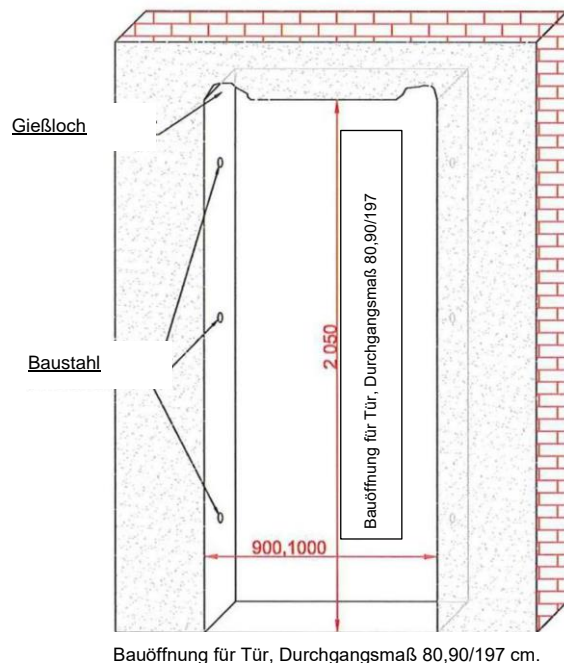

Abbildung 3.
*wenn die Breite der Bauöffnung kleiner als die Bestellbreite + 100 mm ist, muss die Änderung der Bauöffnung berücksichtigt werden - nachträgliches Ausstemmen an der Stelle der Taschen für Bänder und Schließblech. Bevor Sie die Zarge in die Bauöffnung einbauen, bereiten Sie in den oberen Ecken der Bauöffnung Gießlöcher für das Einfüllen der Betonmischung vor - siehe Abbildung 3.
Wenn es sich um eine Zarge für eine Sicherheitstür handelt, bohren Sie mindestens drei Löcher in jedes Futter, um die Anker (Betonstahl) \varnothing 12 mm anzubringen, die sich oben, in der Mitte und unten befinden - siehe Abbildung 3. Es ist auch möglich, Anker (Betonstahl) mit kleinerem Durchmesser zu verwenden, jedoch mit einer angemessenen Erhöhung der Anzahl, um die Querschnittsfläche der vorgeschriebenen Anker zu erreichen. Die Löcher für die Anker werden diagonal in das Mauerwerk in der vertikalen Achse gebohrt (d.h. nach unten oder oben), um die Festigkeit der gesamten Verankerung zu maximieren. Die Stahlanker werden in die Bohrlöcher so eingeschlagen, dass